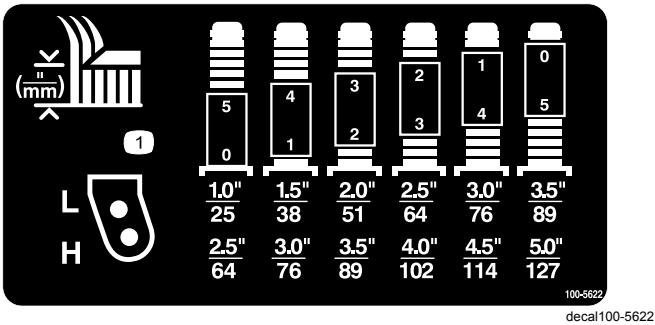
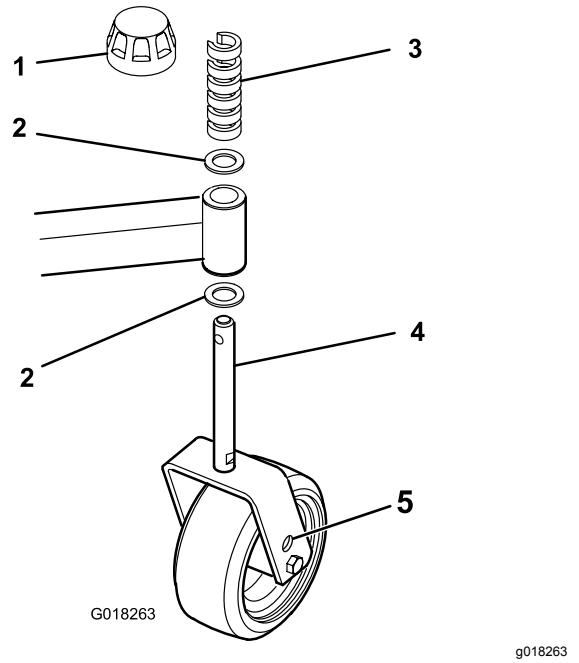

図 8
図 9
2. キャスタホイールのアクスルをキャスタフォークの上穴または下穴にセット全部のキャスタフォークで同じ穴に統一する。セッティング用の穴の選択については図 7、図 8 および図 9 を参照のこと。
刃高と、必要なシムの組み合わせとの関係は図 8 にて確認してください
- スピンドルシャフトからテンショニングキャップを外す図 9。